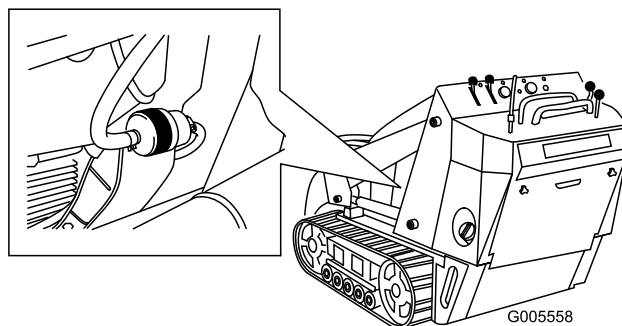

Figura 38
4. Bloquee los tubos de combustible en ambos lados del filtro de combustible (Figura 38).
5. Apriete los extremos de las abrazaderas y deslícelas por el tubo alejándolas del filtro (Figura 38).